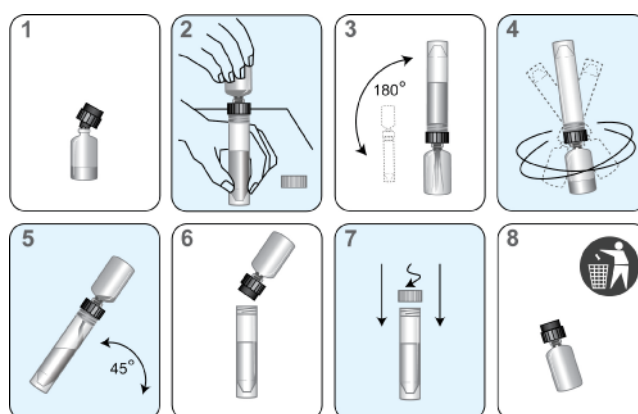

Figure 4. Procédure de reconstitution des réactifs
- ii. Insérer fermement l'extrémité à encoche du collet de reconstitution (noir) sur le flacon (Figure 4, Étape 1).
- iv. Placer le flacon de solution de reconstitution sur une surface stable (p. ex., une paillasse). Retourner ensuite le flacon de réactif lyophilisé au-dessus du flacon de solution de reconstitution et fixer solidement le collet au flacon de solution de reconstitution (Figure 4, Étape 2).
- v. Retourner lentement les flacons assemblés (flacon fixé au flacon de solution) pour que la solution puisse s'écouler dans le flacon en verre (Figure 4, Étape 3).
- vi. Soulever les flacons assemblés et les faire tourner pendant au moins 10 secondes (Figure 4, Étape 4).
- c. Incliner lentement les flacons assemblés pour permettre à la totalité de la solution de s'écouler de nouveau dans le flacon de solution de reconstitution (Figure 4, Étape 5).
- d. Retirer avec précaution le collet de reconstitution et le flacon en verre (Figure 4, Étape 6).
- e. Reboucher le flacon. Enregistrer les initiales de l'opérateur ainsi que la date de reconstitution sur l'étiquette (Figure 4, Étape 7).